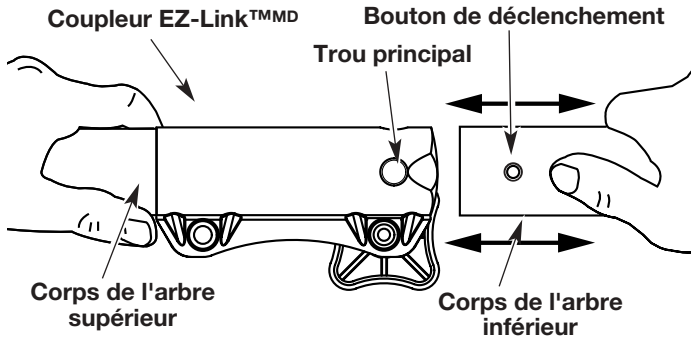

Fig. 7
2. Tenez fermement l'accessoire et enfoncez-le tout droit dans le coupleur EZ-Link™^{MMD} (Fig. 7).